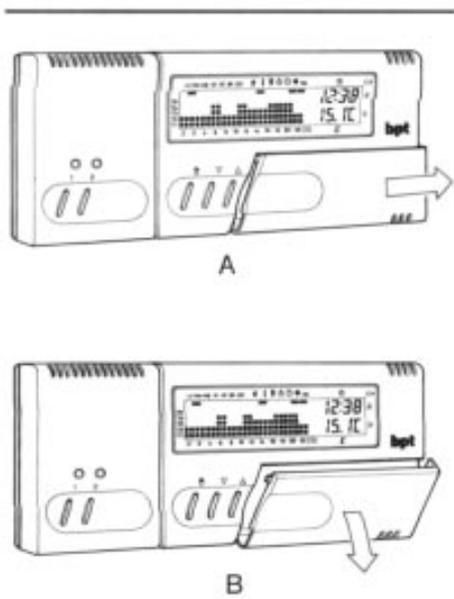

Fig. 2
*I comandi interni sono accessibili aprendo lo sportello frontale come indicato in fig. 2*